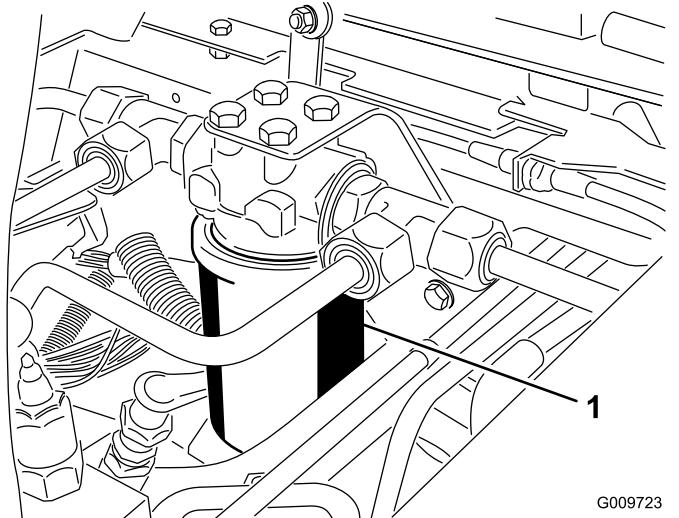
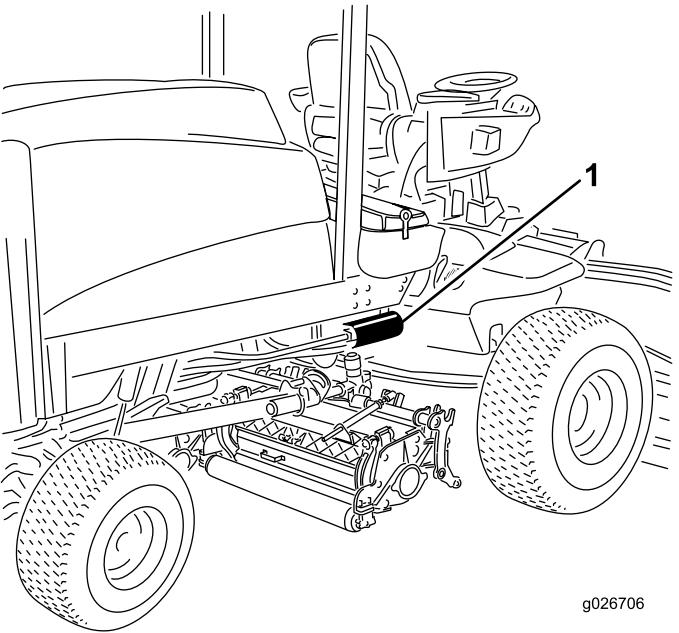

Figure 97
Figure 98
2. Nettoyez la zone autour de la surface de montage du filtre. Placez un bac de vidange sous le filtre et déposez le filtre (Figure 97 & Figure 98).